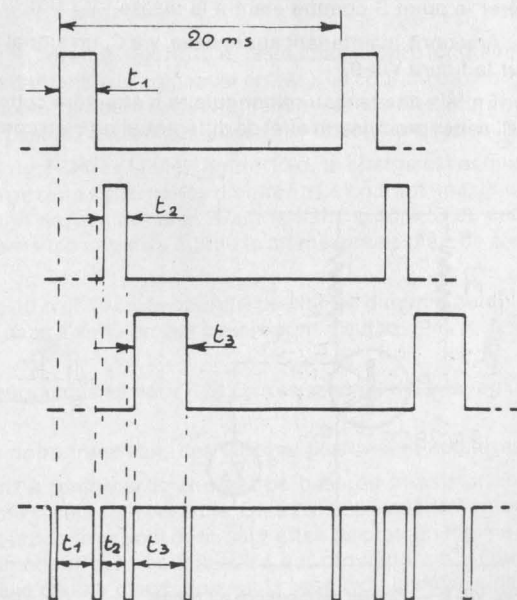

Fig. VIII-7. — Formation du signal.
**ordre connu**, ce qui permettra de s'y retrouver à la distribution, le décodeur étant chargé de ce tri (fig. VIII-7).